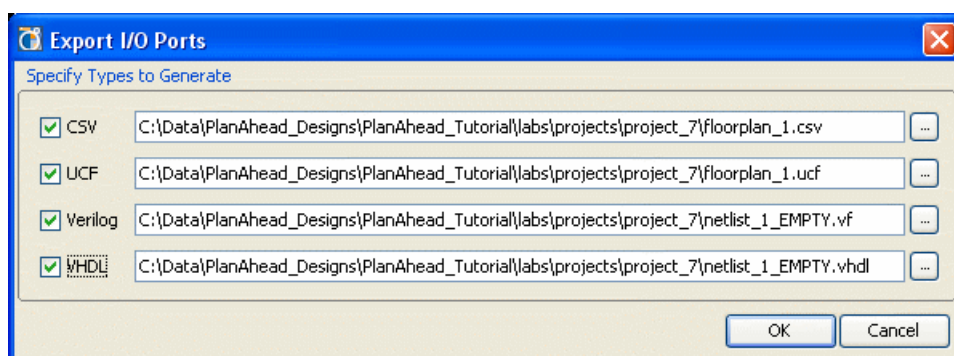

図 8-29 : I/O ポート リストのエクスポート
1. I/O ポート リストの情報をエクスポートするには、[File] → [Export] → [Export I/O Ports] コマンドをクリックします。図 8-29 に示す [Export I/O Ports] ダイアログ ボックスが開きます。